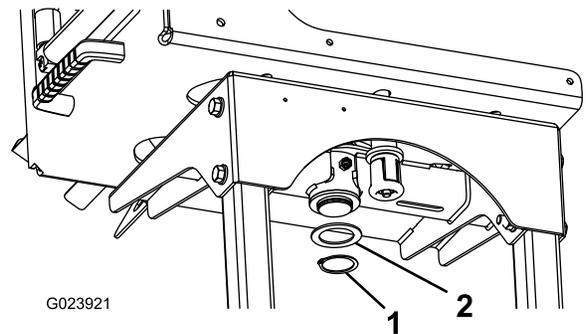

Bild 5
4. Befestigen Sie die Druckscheibe und den Sprengring an der Unterseite des Schlauchtrommelrahmens an der Strebe an der Schwenkplatte (Bild 5).